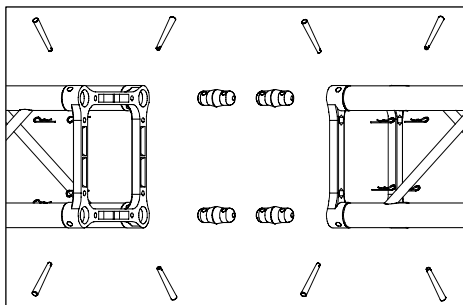

Fig. 1
1. Infilare gli spigot (fig. 1) nei fori di una delle due flange da connettere come mostrato in figura 1, controllando che il "foro più grande" sia rivolto verso l'esterno del traliccio (il foro è conico), quindi infilare le spine negli appositi fori presenti lateralmente sulla flangia dall'esterno del traliccio verso l'interno rivolgendo la punta delle spine verso l'interno del traliccio.